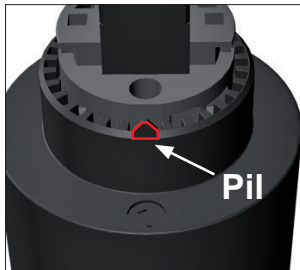

Bild 1. På ovsidan av insatsen sitter pilen som skall peka på önskat läge på varmvattenringen.
- Anslut diskmaskinen med anslutnings-slangen (34) eller montera lock för att förhindra läckage. Anslutningen levererar endast kallvatten.
- Diskmaskinsavstängning. Bild 1 visar när vattnet är avstängt och bild 2 är vattnet på.
7. Rotera ringen motsols så att markering för önskad inställning är direkt ovanför pilen på insatsen (Bild 1). Du kan behöva vrida spaken (Bild 3) så att ringen går att trycka fast i önskat läge.